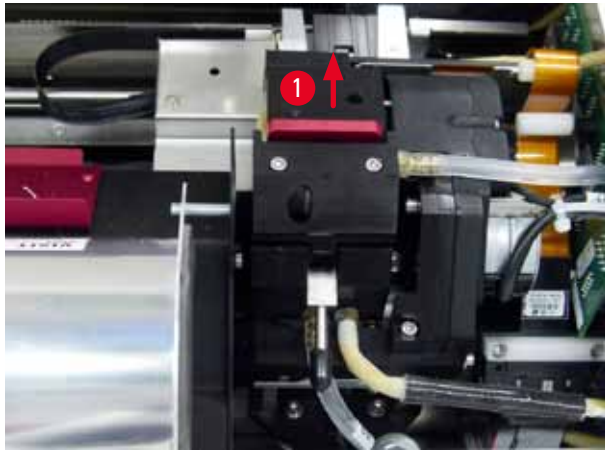

Fig. 49
2. La testina di stampa (→ "Fig. 49-1") si sposta verso l'alto a ca. 1 cm dalla guarnizione a labbro (→ "Fig. 49").